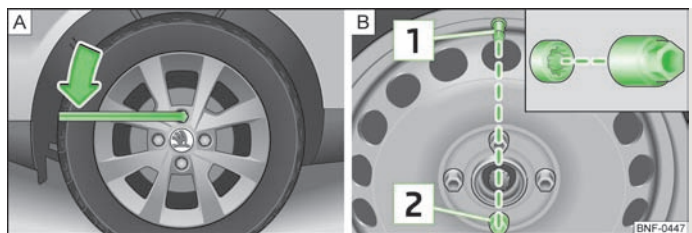

Fig. 108 Changement de roue : Desserrage des boulons de roue/logement des boulons de roue antivol
- Saisissez l'extrémité de la clé et faites décrire au boulon **un** tour environ vers la gauche » fig. 108 - A.
Le **boulon de roue antivol** doit être vissé, pour une roue avec enjoliveur intégral de roue, sur la position **2** » fig. 108 - B en face de la valve **1**. Il n'est sinon pas possible de monter l'enjoliveur intégral de roue.